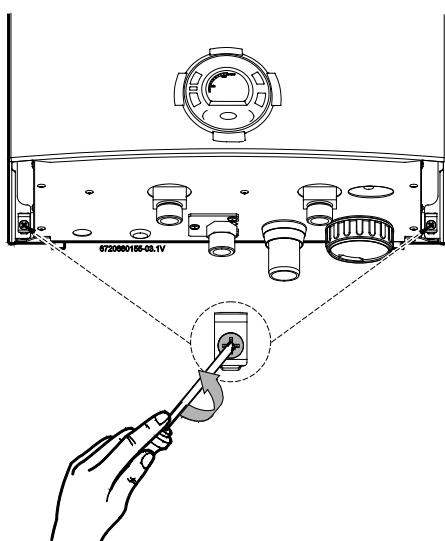

Fig. 6
- ▶ Draai de 2 vijzen achteraan de geiser los (fig. 6).
- ▶ Desserrer les deux vis situées sur la partie arrière de l'appareil (fig. 6).